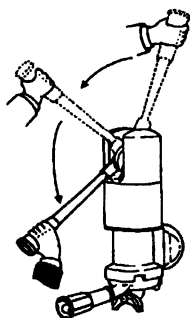

Figure 1
- 4° Appuyer sur la manette du groupe (Figure 1). Une fois arrivée en bas, les premières gouttes de café doivent apparaître à la sortie du porte-filtres. Lâcher doucement la manette pour que la distribution du café commence. Pour obtenir une plus grande quantité de café, appuyer à nouveau sur la manette.